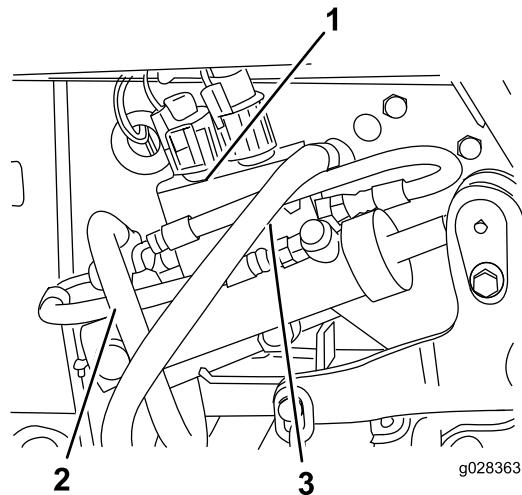

Рисунок 37
- Отсоедините шланг бака от регулирующего клапана (Рисунок 37).